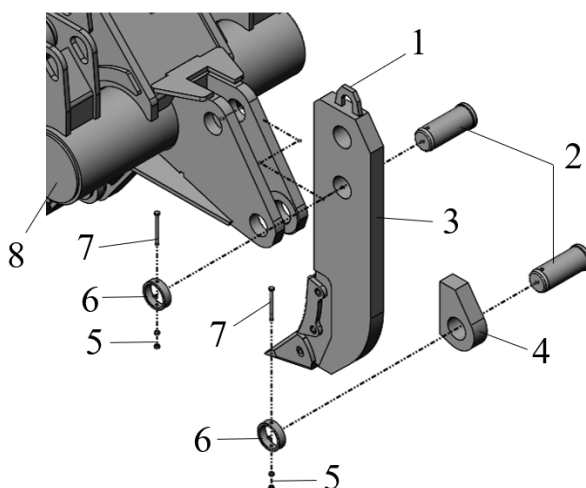

Рисунок 3.119. Нож в сборе
- ▶ Используя монтажную проушину 1, рис. 3.119 поднять нож 3 и расположить отверстие ножа соосно с отверстием на балке 8;